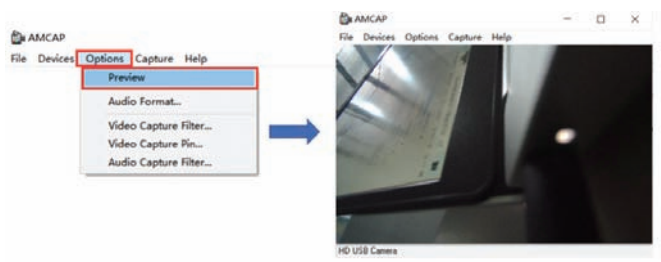

图 2-1-26 正常加载图像
4) 在选择设备成功后，再单击“Options”菜单，选择“Preview”按钮显示图像。如果界面显示如图 2-1-26 所示，说明摄像头显示正常，如果显示黑色，则需要检查摄像头是否被镜头保护帽遮挡，如果无遮挡或者显示界面无响应，则说明摄像头损坏。